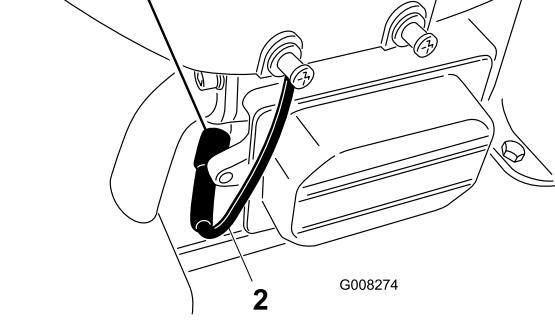

Bild 25
6. Klemmen Sie das Zündkabel von der Zündkerze ab (Bild 25).
8. Entfernen Sie die Zündkerze und die Metallscheibe (Bild 25).